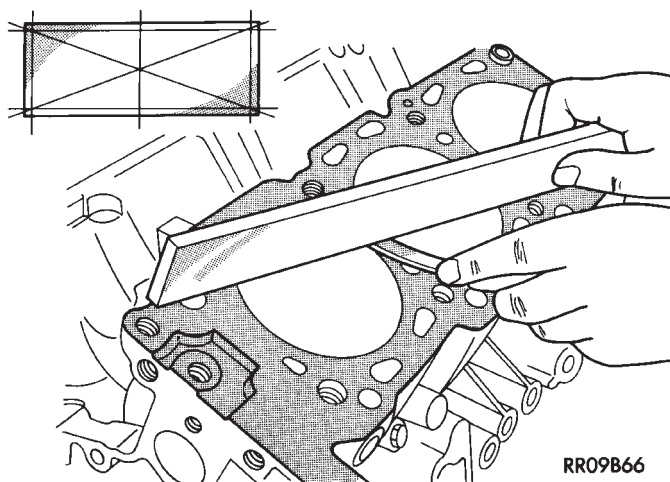

Fig. 107 Verificación de la distorsión
(1) Limpie el bloque de cilindros y verifique con un borde recto e indicador de espesor (Fig. 107) que la superficie superior no esté distorsionada.
(2) La superficie superior debe ser plana dentro de: